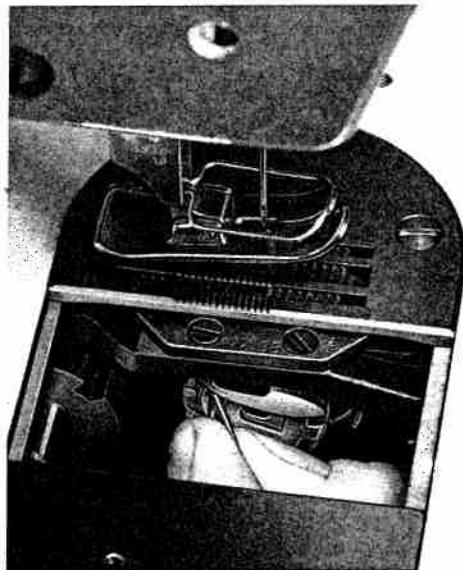

Fig. 6
Bei leichtem Festhalten der Spule den Faden in den Schlitz 1 einhängen und unter der Spannungsfeder hindurchziehen, bis er hinter der Federzunge 2 wieder hervorkommt. Fadenende ca. 5 cm überstehen lassen. Maschine ausschalten. Durch Drehen am Handrad Fadenhebel in höchste Stellung bringen. Oberkapsel in Greifer einsetzen (Fig. 6).
Place the bobbin case into the sewing hook (Fig. 6).
Tout en retenant légèrement la canette, faire passer le fil depuis la fente 1 sous le ressort de tension, jusqu'à ce qu'il réapparaisse derrière la languette du ressort 2. Laisser dépasser environ 5 cm de fil. Mettre la machine hors circuit. Tourner le volant jusqu'à ce que le levier releveur de fil se trouve au point haut de sa course. Placer la boîte à canette garnie dans le crochet (fig. 6).
Sujetando ligeramente la bobina, enganche el hilo en la ranura 1 y páselo por debajo del muelle tensor hasta que aparezca de nuevo por detrás de la lengüeta elástica 2, dejando que sobresalga unos 5 cm. Desconecte la máquina. Gire el volante hasta que la palanca tirahilos de halle en su posición superior. Introduzca la bobina llena en la cápsula y colóquela en el garfio (fig. 6).
■ La spolina piena va inserita nella capsula in modo che il filo scorra in senso orario (vedi freccia fig. 5). Tenendo leggermente la spolina, agganciare il filo nella fessura 1 e tirarlo al di sotto della molla di tensione fino a che non fuoriesce nuovamente dietro la linguetta della molla 2. Tirare ca. 5 cm di filo fuori. Disinserire la macchina. Girando il volantino, portare il tendifilo nella posizione più alta. Mettere la spolina piena nella capsula ed inserire nel chrochet (fig. 6).
■ Introduza a bobina cheia na cápsula de tal forma que o fio desenrole no sentido dos ponteiros do relógio (veja Fig. 6 – seta).
Segurando a bobina, passe o fio pela ranhura 1, por baixo da mola de tensão até que apareça por trás da lingueta da mola 2. Deixar o fio sobressair por mais ou menos 5 cm. Desligar a máquina. Girando manualmente o volante, ponha o elevador do fio na posição mais alta. Introduza bobina e cápsula na lançadeira (Fig. 6).